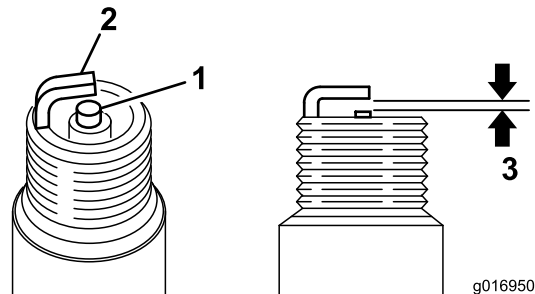

Figura 39
3. Impostate la distanza fra gli elettrodi a 0,6 - 0,7 mm, come illustrato nella (Figura 39). Montate la candela con l'esatta distanza tra gli elettrodi e serratela saldamente a 23 N·m.